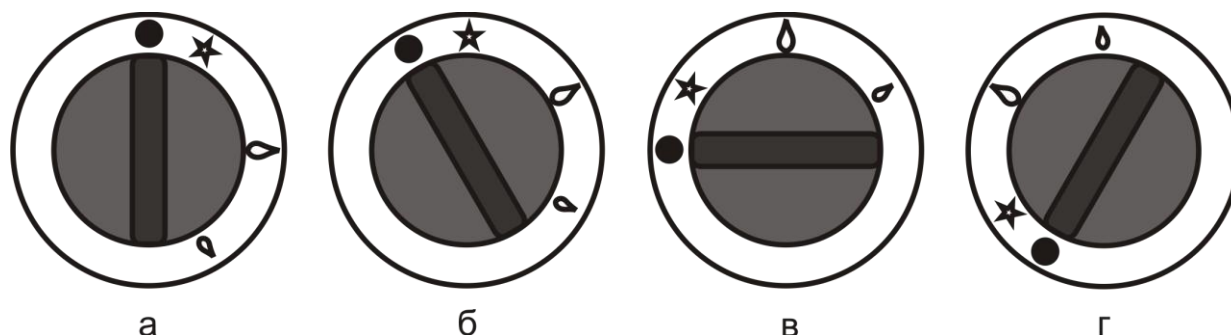

Рис. 5. Соответствие положения ручки крана режиму работы горелок
- Включите горелку и переведите ручку крана в режим «малое пламя» (рис.5г).
- Убедитесь в том, что ручки кранов находятся в положении «кран закрыт» (рис. 5а). Если краны открыты, переведите их в закрытое состояние, слегка нажав на ручку крана и повернув ее по ходу часовой стрелки до упора.
Внимание! При первом включении гриля, а также после каждой замены баллона СУГ необходимо выпустить воздух из газового тракта. Для этого удерживайте ручку крана в нажатом состоянии в положении «максимальное пламя» (рис. 5б) в течение 30 секунд, либо до появления запаха газа, после чего отпустите ручку и подождите не менее 1 минуты. Затем можно приступать к розжигу горелок гриля.
- В исходном состоянии ручка крана находится в положении «кран закрыт» (рис.5а).
- Нажав на ручку крана и, удерживая её в нажатом состоянии, поверните её против хода часовой стрелки в положение «розжиг запальной горелки» (рис.5б). Через 3-5 секунд поднесите источник огня к запальной горелке (через смотровое отверстие), или нажмите кнопку пьезорозжига. Если запальная горелка не зажглась, отпустите ручку крана и, при повторном нажатии на ручку, вновь поднесите источник огня к запальной горелке или нажмите кнопку пьезорозжига. После появления пламени в запальной горелке, удерживайте ручку крана в нажатом состоянии в течение 5-10 секунд до срабатывания предохранительного клапана, кнопку пьезорозжига при этом можно отпустить. Затем отпустите ручку управления и убедитесь через смотровое отверстие, что запальная горелка горит. Если запальная горелка погасла, следует повторить процедуру розжига.
- Далее нажмите на ручку крана и, удерживая её в нажатом состоянии, поверните её против хода часовой стрелки в положение «максимальное пламя» (рис.5в) – кран открывается и осуществляется розжиг основной горелки. Если горелка не зажглась, то отрегулируйте запальную горелку согласно п.5.2.2.
Положение крана в режиме «максимальное пламя» и «малое пламя» представлено на рис.5в и рис.5г соответственно. Перевод крана с одного режима на другой осуществляется с помощью легкого нажатия на ручку крана.
- Нажав на ручку крана и, удерживая её в нажатом состоянии, поверните её по ходу часовой стрелки в положение «розжиг запальной горелки» (рис.5б) – основная горелка погаснет, а запальная горелка останется зажженной («дежурный режим»).
- Для выключения запальной горелки необходимо слегка нажать на ручку крана и повернуть ее по ходу часовой стрелки до упора – в положение «кран закрыт» (рис.5а).
- После окончания работы с грилем необходимо перевести ручки кранов в закрытое состояние (рис.5а) и закрыть кран газопровода (баллона СУГ).